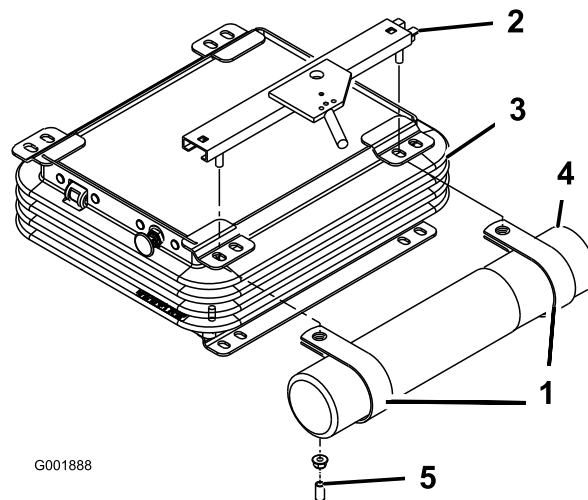

Figure 7
4. Placez le tube de rangement du manuel dans les colliers en R et serrez les écrous (Figure 7).
2. Retirez les 2 écrous et capuchons en vinyle (le cas échéant) qui fixent le support de siège supérieur au côté gauche de la suspension du siège (Figure 7).
3. Montez les colliers en R sur les goujons du support de siège au moyen des 2 écrous retirés précédemment, mais sans les serrer (Figure 7).